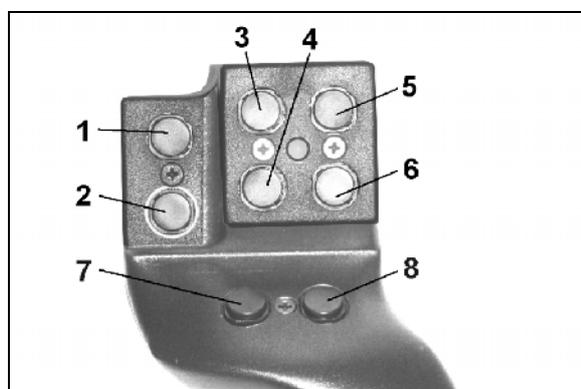
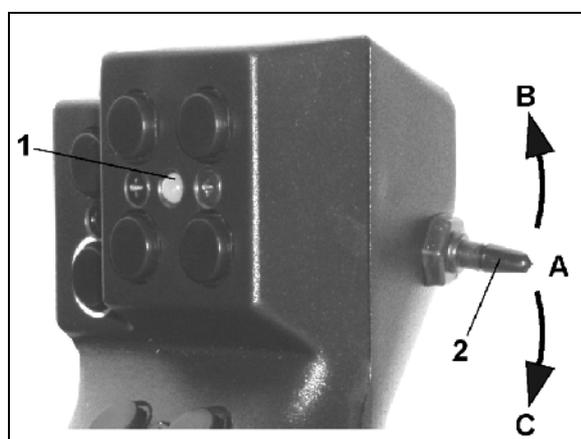

Fig. 130
Fig. 131
Ved betjening av **AMATRON⁺** har multifunksjonsspaken (Fig. 130) 8 taster (1 - 8) til disposisjon. I tillegg kan man ved hjelp av bryteren (Fig. 131/2) endre konfigurasjon av tastene i tre ulike modi.
-  midtstilling (Fig. 131/A) og kan stilles
-  oppover (Fig. 131/B) eller
-  nedover (Fig. 131/C).
Bryterstillingen vises i form av en LED-lampe (Fig. 131/1).